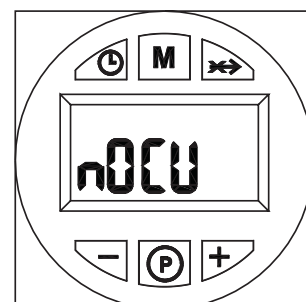

fig. 5
- « nOCU » (fig. 5) pourrait s'afficher pendant deux secondes